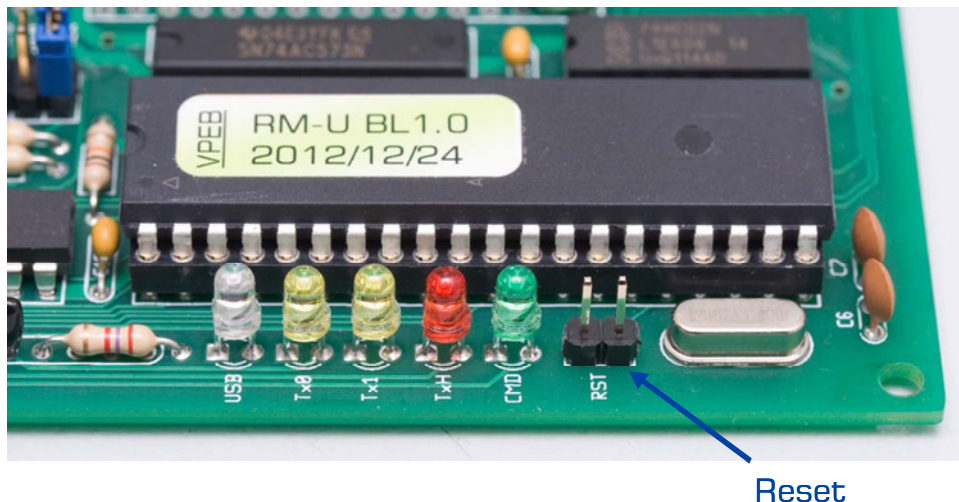

Fig 2: RM-U Reset jumper
7. Zet een jumper (kortsluitblokje) op de Reset-aansluiting van de RM-U (zie fig 2). Eventueel leen je even een jumper van het 8-polige jumperblokje elders op de RM-U.
Alternatief is een Reset-jumper aansluiting te maken zoals die standaard op RM-U Rev02 zit (zie ook fig 2). Je kunt op de aangegeven plek, ergens tussen de groene LED en het kristal, 2 gaatjes boren van 1mm en ca 2,54mm uit elkaar. Steek hierin een blokje van 2 jumperpinnen. Soldeer aan achterzijde van de print met een draadje één van de pinnen aan pin9 van de CPU, de andere pin met een draadje aan GND. Desgewenst kun je het jumperblokje nog even fixeren met wat lijm (epoxy of cyanoacrylaat). **LET OP:** Als je cyanoacrylaat (secondenlijm) gebruikt: Soldeer na het lijmen niet meer aan de gelijmde aansluitingen! Dit veroorzaakt zeer giftige dampen!!